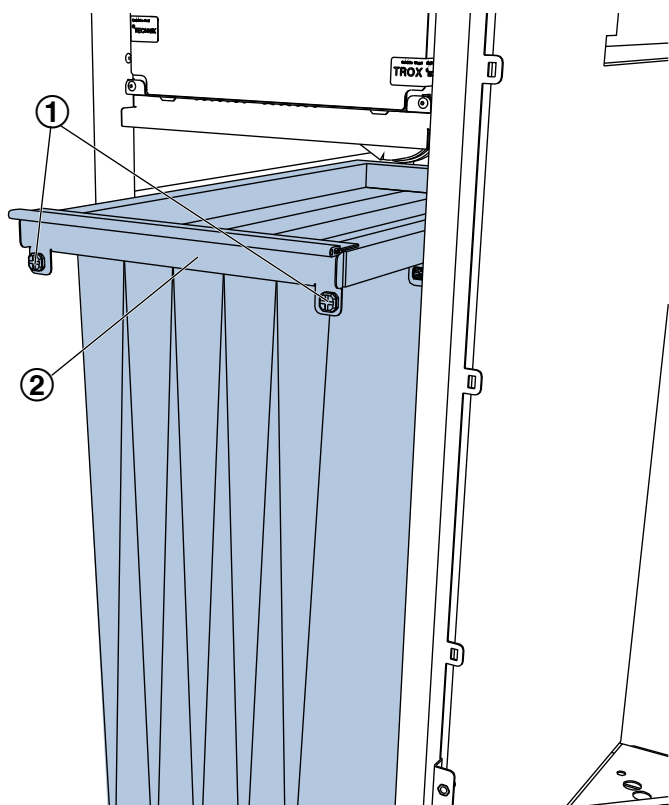

Abb. 57: Außenluftfilter
3. ▶ Schnellverschlüsse (Abb. 57 /1) öffnen und den Außenluftfilter (Abb. 57 /2) am Rahmen aus dem Filtereinschub herausziehen.